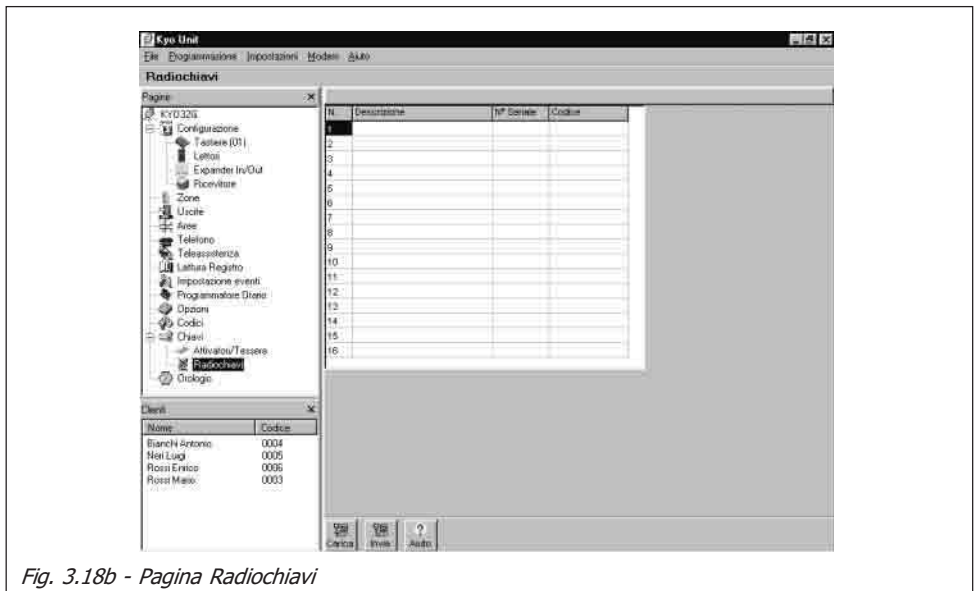

Fig. 3.18b - Pagina Radiochiavi
Se è stato collegato il VRX32-433, la Centrale può gestire fino a 16 Radiochiavi. La Fig. 3.18b illustra la Pagina di programmazione delle Radiochiavi.
*Nelle Centrali **KYO16D** la videata delle Radiochiavi è differente da quella visualizzata in Fig. 3.18b. In tali centrali, infatti, oltre che impostare il Numero Seriale della Radiochiave, è possibile programmare anche i tipi di Inserimento (come descritto nella "Pagina Codici") e le opzioni "Reset Coda Telefonica" e "And" (descritte nella "Pagina Attivatori").*